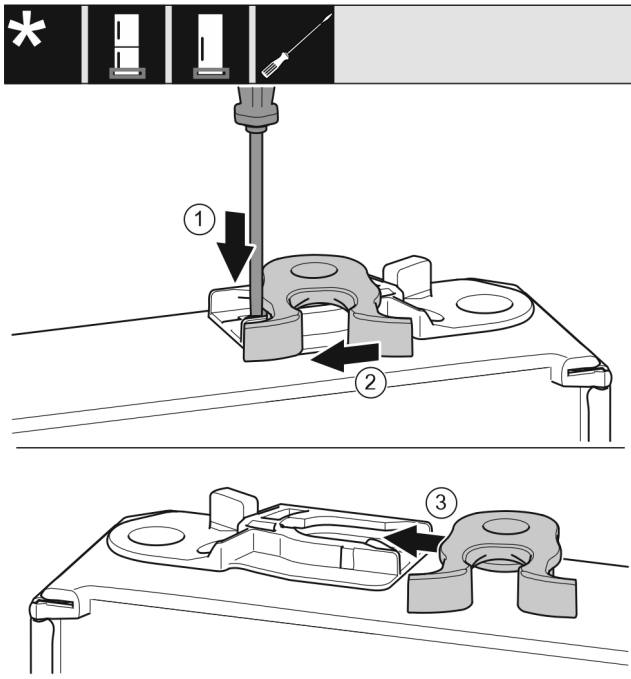

Fig. 18
- Lasche mit Schlitzschraubendreher nach unten drücken. Fig. 18 (1)
- Schließhaken aus Führung ziehen. Fig. 18 (2)
- Schließhaken auf anderer Seite in Führung schieben. Fig. 18 (3)